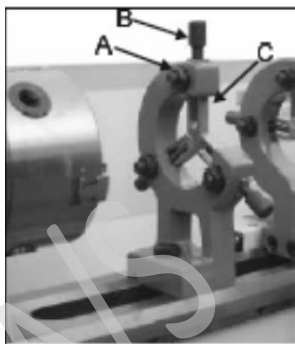

Fig. 30
Den konstante hvile fungerer som en støtte til akslerne på den frie pinoldoks ende. Ved mange operationer kan pinoldokken ikke anvendes, da den hindrer drejeværktøjet eller boreværktøj, og derfor skal fjernes fra maskinen. Den konstante hvile, der fungerer som en ende støtter, og som sikrer "snak"-fri drift. Den konstante hvile monteret på vanger og er fastgjort nedefra med en låseplade. De glidende fingre kræver løbende smøring ved kontaktpunkterne til at forebygge, for tidlig slitage (fig. 30).
1. Løsn tre møtrikker (A, fig. 30).
2. Løsn fingerskruen (B, fig. 30), og åbn de bevægelige fingre (C, fig. 30), indtil den stabile hvile kan flyttes med dens finger rundt arbejdsemnet. Fastgør den konstante hvile i stilling.
3. Spænd riflede skruer, så fingrene er stramme, men ikke for stramt mod arbejdsemnet. Spænd tre møtrikker (A, fig. 30). Smør de bevægelige punkter med maskinolie.